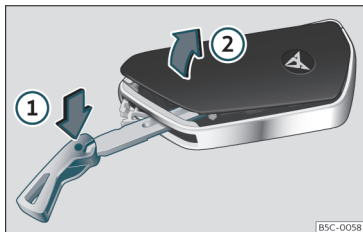

Abb. 72 Fahrzeugschlüssel: Deckel des Batterie-fachs öffnen.
- Schlüsselbart in den Schlitz >>> **Abb. 72** stecken, in Pfeilrichtung ① drücken und Abdeckkappe abhebeln ②.